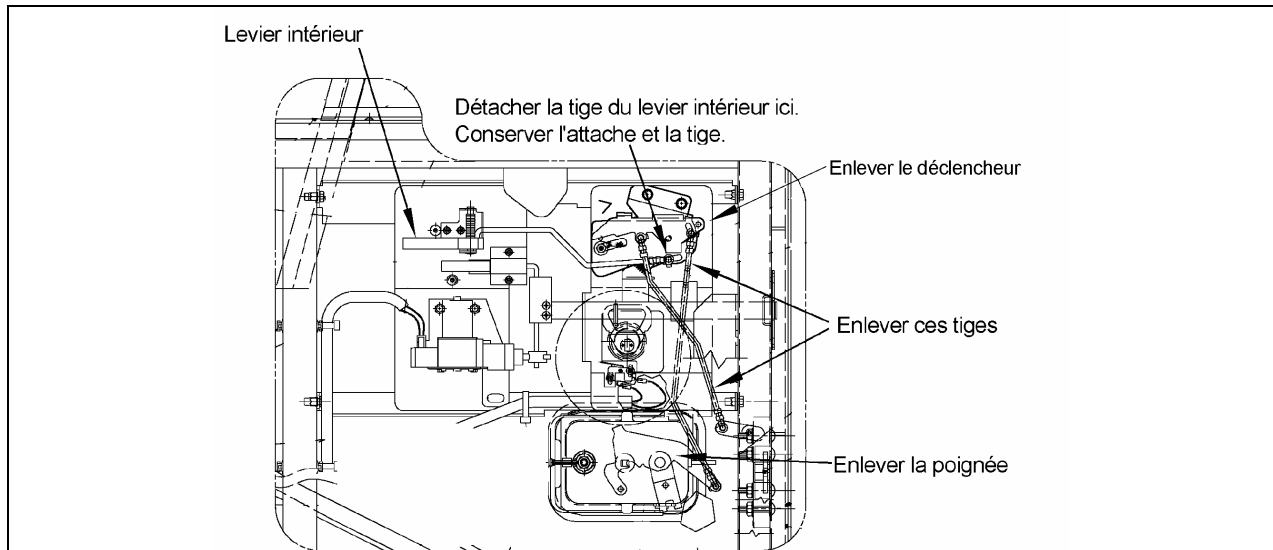

FIGURE 1: RÉF. ÉTAPES 1 À 4
2. Retirer les deux tiges montrées à la figure 1.
3. Détacher la tige du levier intérieur d'ouverture de porte à l'endroit indiqué sur la figure 1. Conserver cette dernière tige et l'attache. Enlever le déclencheur (figure 1).